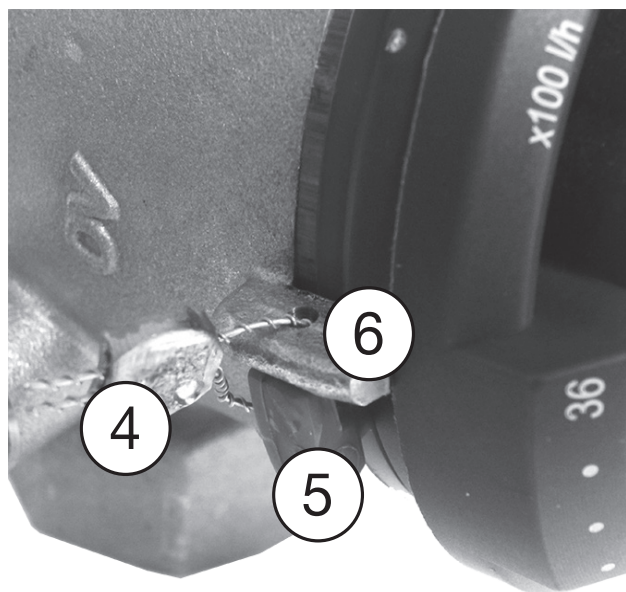

Fig. 12 - Blocco della preimpostazione
- 1 Rimuovere l'anello di bloccaggio (3).
- 2 Spingere e far ruotare la manovella (2) fino a quando la tacca del valore nominale (1) non risulta rivolta verso il valore del flusso desiderato (in seguito la manovella torna alla posizione della dentatura con uno scatto).
- 3 Inserire nuovamente l'anello di bloccaggio (3).
In alternativa, è possibile piombare l'anello di bloccaggio (5) con il kit di piombatura (4) (accessori, cod. art. 1089091) in corrispondenza della tacca del valore nominale (6) (vedere Fig. 12).